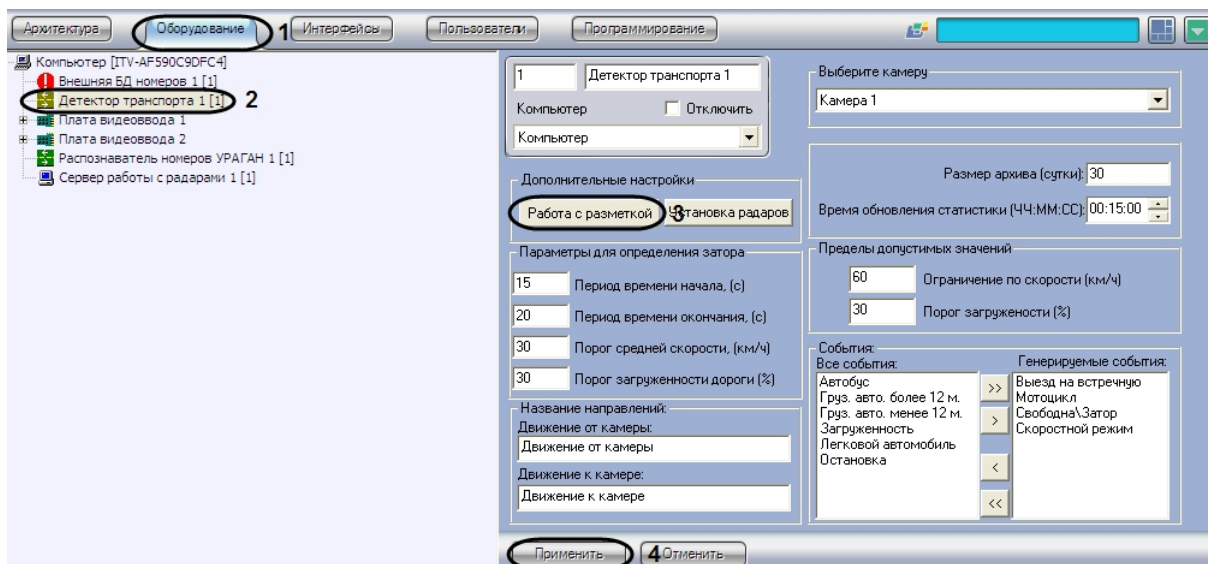

Рис. 65. Вызов панели работы с разметкой
2. В дереве объектов на вкладке «Оборудование» выбрать объект «Детектор транспорта», соответствующий настраиваемому программному модулю «Детектор транспорта». В правой части вкладки «Оборудование» отобразится панель настройки выбранного объекта (см. Рис. 65).